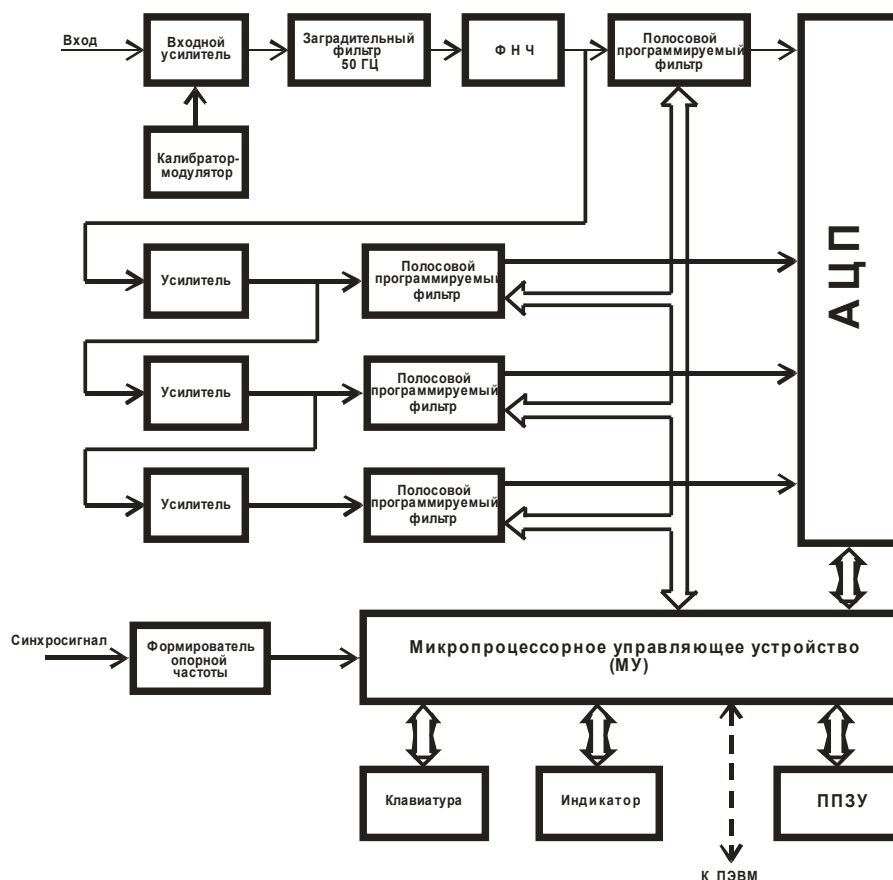

Рисунок 5 – Структурная схема измерителя напряжения «ЭРП-1» («ЭРП-1А»)
4.3.1 Структурная схема измерителя «ЭРП-1» приведена на рисунке (Рисунок 5)